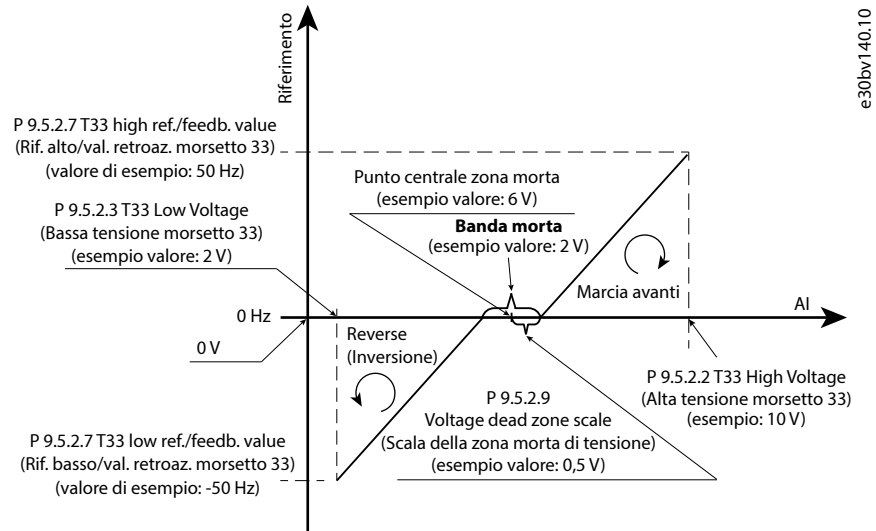

Figura 90: Esempio di funzione zona morta
- La Figura 90 è un esempio di utilizzo dell'ingresso analogico T33 (modalità tensione, 2–10 V) per la funzione zona morta per controllare il funzionamento del motore a velocità da -50 Hz a 50 Hz.